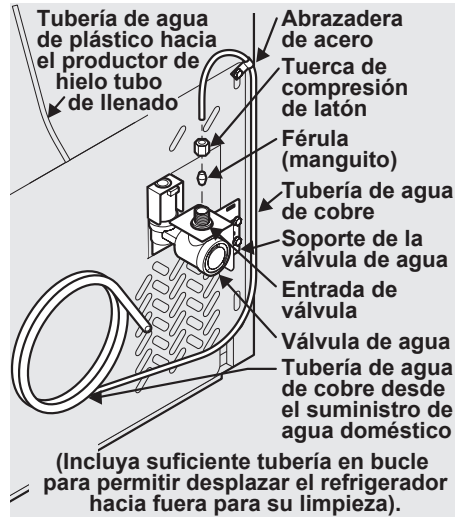

Figura 1
4. **Si usa tuberías de cobre:** deslice la tuerca de compresión de latón y luego la férula (manguito) en la tubería de suministro de agua. Empuje la tubería de suministro de agua hacia dentro de la entrada de la válvula de agua lo más posible ( $\frac{1}{4}$  de pulgada/6,4 mm). Deslice la férula (manguito) en la entrada de la válvula y apriete manualmente la tuerca de compresión en la válvula. Apriete otra media vuelta con una llave; NO apriete en exceso. Consulte la Figura 1.